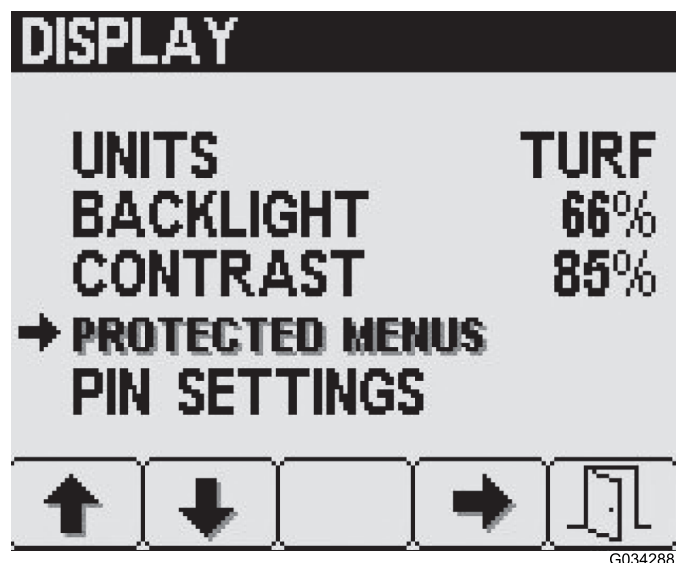

图12
1. 按下 Display（显示）设置屏幕上的 2 号按钮直至到达 Protected Menus（受保护菜单），然后按 4 号按钮选择 Protected Menus（受保护菜单）（图12）。
2. 按 2 号按钮，直至到达所需的受保护菜单项目（图12）。